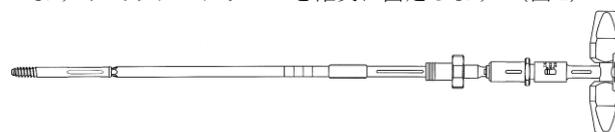

図 2
- 2) ラグスクリューT レンチ (L) の先端に選択した長さのラグスクリューを組み付け、ラチェットハンドルの T ハンドル部からカップリングドライバーを挿入し、つまみにてラグスクリューを確実に固定します。(図 2)